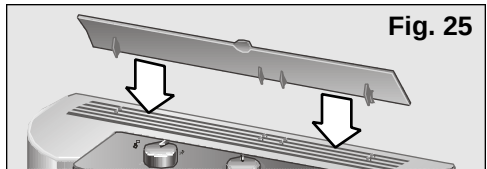

Fig. 25
- ❑ Alzare l'orientatore d'aria situato nella parte superiore dell'apparecchio. Nei modelli **PAM18100** quest'orientatore non è installato con l'apparecchio. Vedasi **figure 25 e 26** nel punto "Riscaldamento".
- ❑ Alzare l'orientatore d'aria situato nella parte superiore dell'apparecchio. Nei modelli **PAM18100** quest'orientatore non è installato con l'apparecchio. Vedasi figure 25 e 26 nel punto "Riscaldamento".
- ☐ Alzare l'orientatore d'aria situato nella parte superiore dell'apparecchio. Nei modelli **PAM18100** quest'orientatore non è installato con l'apparecchio. Vedasi **figure 25 e 26** nel punto "Riscaldamento".